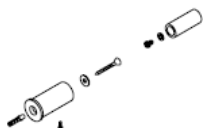

Fig. 1
- 4 suportes de suspensão do Seca-toalhas Sem Fluido (Fig. 1).